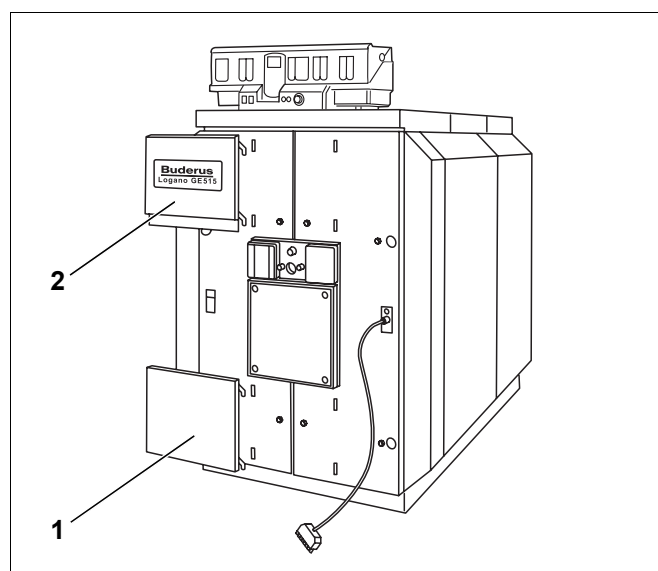

Fig. 58 Aggancio delle coperture della porta del bruciatore
- Agganciare le coperture della porta del bruciatore al rivestimento della porta del bruciatore (fig. 58, [1] e [2]).